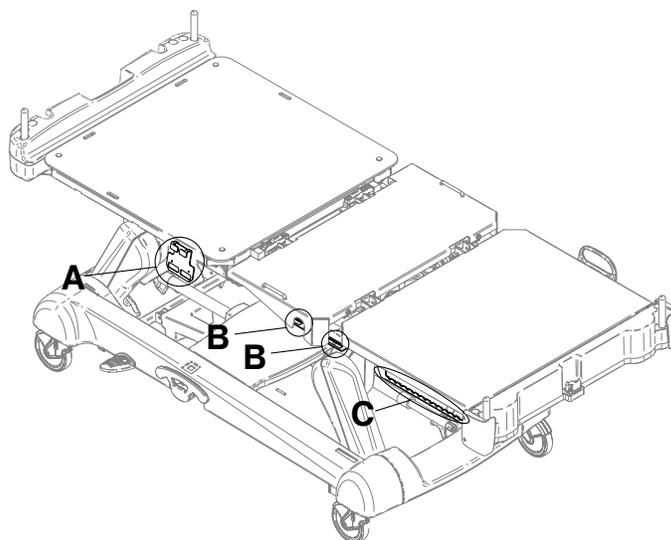

Figure 10 : Crochets pour poche urinaire
Deux crochets pour poche urinaire isolés se situent sous la section du siège (B) des deux côtés du produit (Figure 10 à la page 30). Si le patient est pesé avec le système de pesée, le poids des poches urinaires isolées n'est pas inclus dans le poids du patient.
Quatre crochets pour poche urinaire se situent sous la section relève-buste (A) et la section pieds (C) des deux côtés du produit (Figure 10 à la page 30). Si le patient est pesé avec le système de pesée, le poids des poches urinaires est inclus dans le poids du patient.